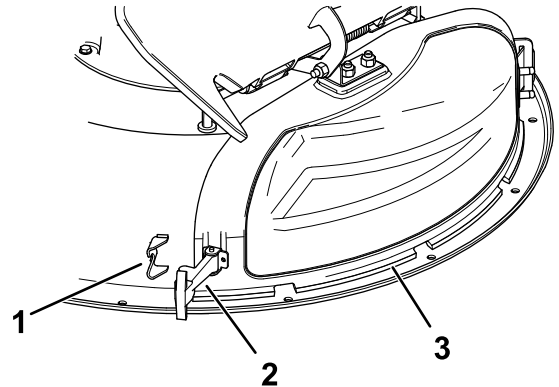

図 12
3. 排出口カバーについているフレキシブルラッチをリテーナから外し、排出カバーを右方向に回転させる 図 12
6. 排出口カバーのフレキシブルラッチをデッキのリーナに取り付けてカバーを固定する **図 12**。